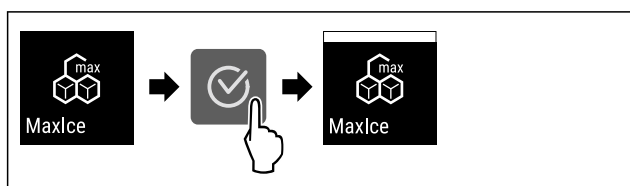

Fig. 19
- ▶ Suivre les étapes (voir Fig. 19) .